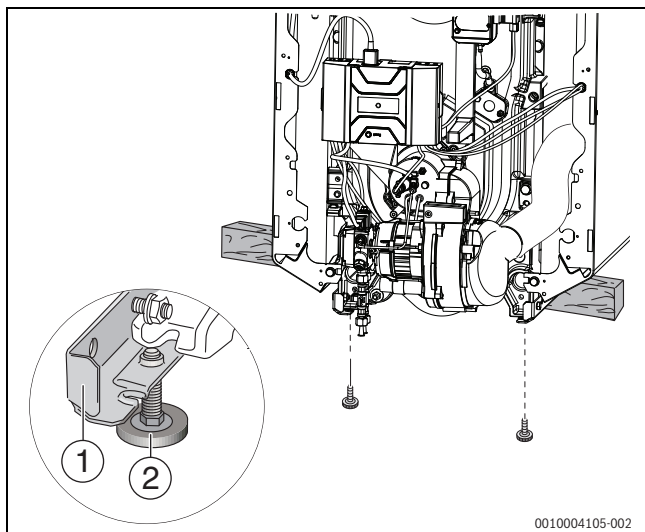

Bild 18 Stellfüße montieren
- Kessel mit Hilfe eines Transportmittels kippen (→ Bild 18, Seite 18).